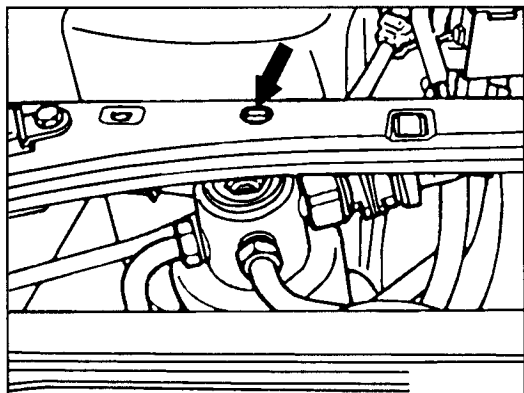

图 9-3-1 接收/干燥器上的玻璃视窗位置
1. 清洁接收/干燥器上的“检查玻璃窗”1,见图 9-3-1 箭头所示处。